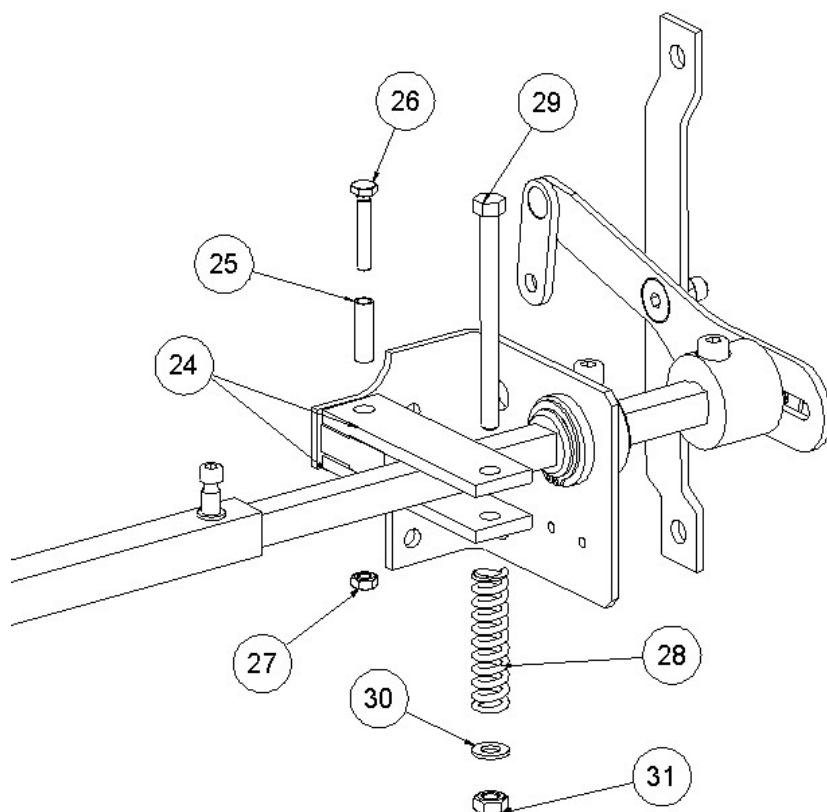

Figure. 7
(24) avec le support-tendeur (l'un en partie supérieure et l'autre en partie inférieure), tout en insérant ensuite la douille tendeuse (25) et en arrimant l'ensemble avec la vis DIN 933 M6 x 35 (26) et l'écrou DIN 985 M6 autoblock (27). On fait ensuite passer une vis M8 x 100 DIN 931 (29), par les trous libres des supports de l'axe et par le ressort de rappel (28), tel qu'il est indiqué dans la figure. Enfin, on ferme l'ensemble avec une rondelle M8 DIN 125 (30) et un écrou M8 DIN 985 Autoblock (31) - Fig.7-